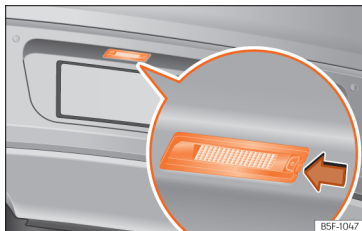

Fig. 69 Nel paraurti posteriore: luce della targa.
- Premere la linguetta della luce della targa nella direzione della freccia » **fig. 69**.